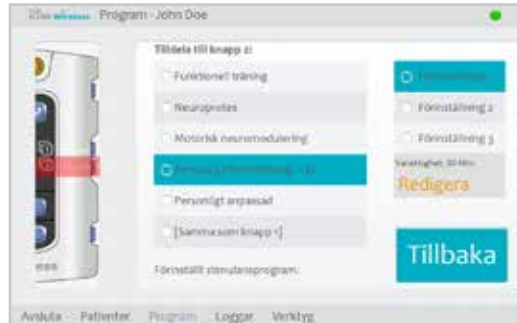

Bild 8-33: Fönstret Tilldela till knapp 2
2. Fönstret Tilldela till knapp 2 öppnas. Se bild 8-33.